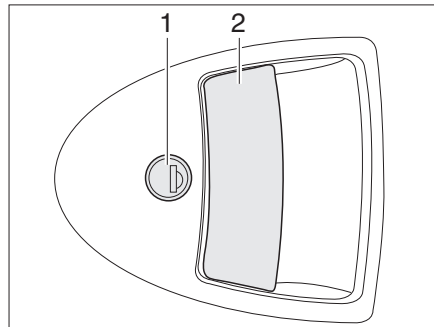

Fig. 21 Serrure de la porte, à l'extérieur
- Insérer la clé dans le barillet (Fig. 21,1) et la tourner dans le sens des aiguilles d'une montre jusqu'à ce que la serrure de la porte soit déverrouillée.
- Tirer sur la poignée de la porte (Fig. 21,2). La porte est ouverte.
- Insérer la clé dans le barillet (Fig. 21,1) et la tourner dans le sens inverse des aiguilles d'une montre jusqu'à ce que la serrure de la porte soit verrouillée.